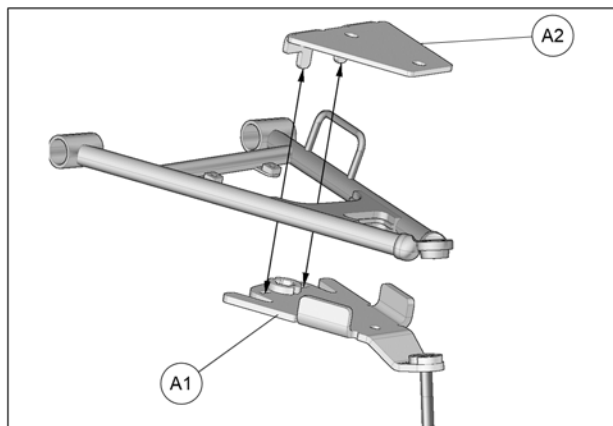

Fig. 17
5. Positionner la partie inférieure de l'ancrage anti-rotation (A1) sous le bras de suspension inférieur. Positionner la partie supérieure (A2) au-dessus du bras de suspension de façon à ce que les tenons de la partie pliée s'alignent dans les ouvertures de la partie inférieure. Voir la Fig. 17